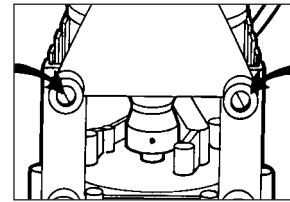

Figura 22
Paso 1: pare la bomba en la cubierta de aceite. Si la bomba tiene un soporte de montaje para pies, retire la unidad aflojando los tornillos del pie (**figura 22**).